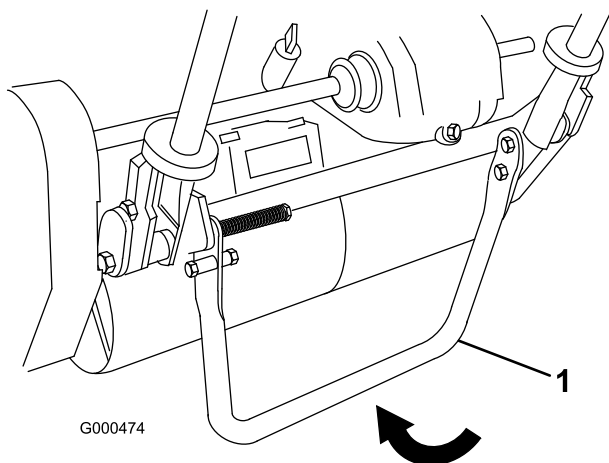

图21
1. 用脚踩下支撑架，向上拉起手柄支架，直至支撑架向前旋转并通过中心位置（图21）。